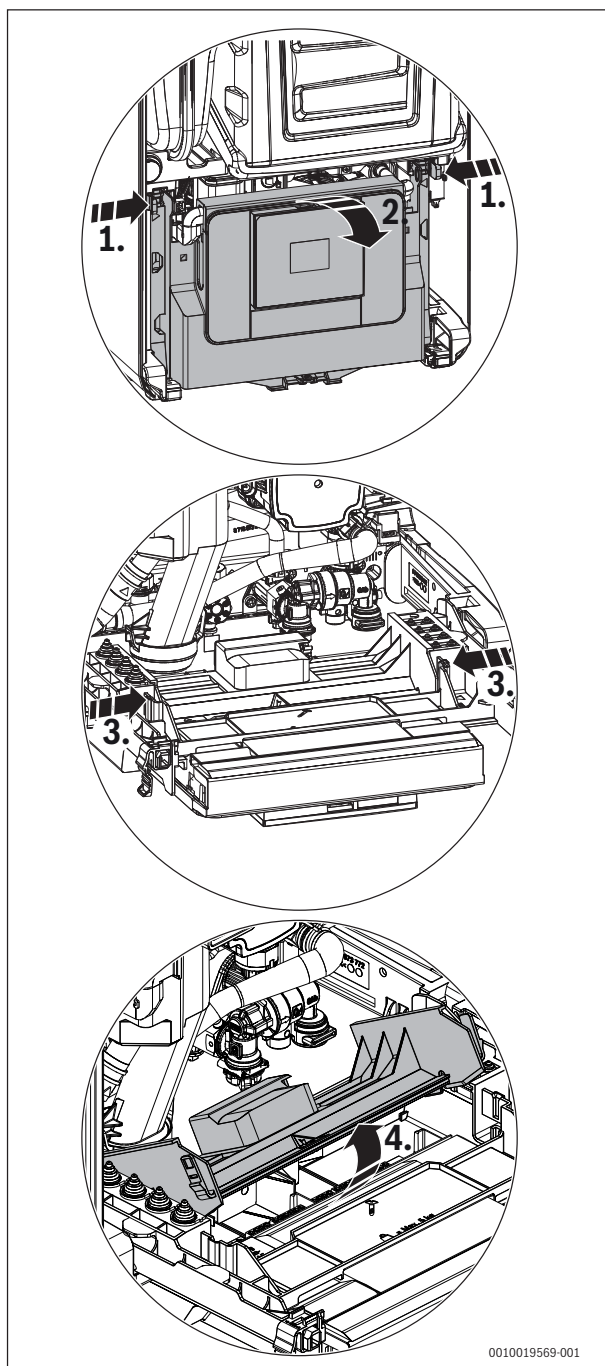

Fig. 28 Accès aux raccordements électriques du tableau de commande
- ▶ Rabattre l'appareil de commande (→ fig. 28, page 19).
- ▶ Rabattre l'appareil de commande (→ fig. 28).